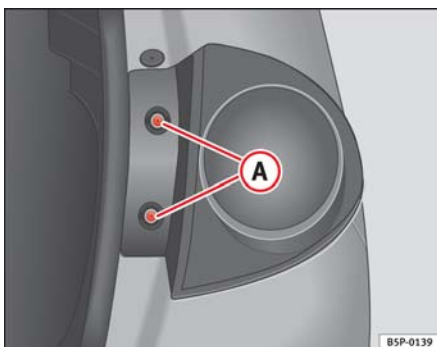

Fig. 173 Luz de población/freno
- Extraiga los tornillos ⇒ **fig. 173 A**